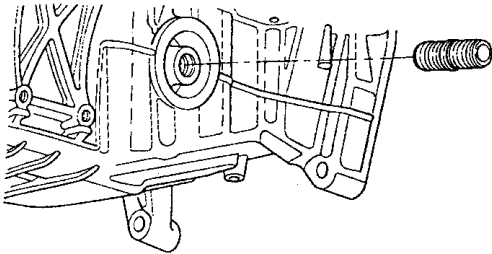

图 2-149 拆卸机油滤清器固定螺杆
- 2) 如图 2-149 所示，拆卸机油滤清器固定座螺杆。